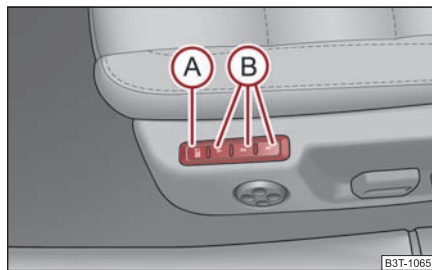

Fig. 80 Asiento del conductor: Teclas de memoria y la tecla SET
- Pulse la tecla **SET** (A) ⇒ fig. 80.
- Pulse una de las teclas de memoria (B) en el transcurso de 10 segundos después de pulsar la tecla **SET** - un sonido confirmará la memorización del ajuste de asiento.
La memoria para el asiento le ofrece la posibilidad de memorizar la posición individual de asiento del conductor y del espejo retrovisor exterior. A cada una de las tres teclas de memoria (B) ⇒ página 82, fig. 80 se puede asignar una posición individual, es decir, tres en total. Después de pulsar la correspondiente tecla de memoria (B), el asiento y los retrovisores exteriores adoptarán automáticamente las posiciones asignadas a esta tecla ⇒ página 84.
- **Dispositivo automático de pulsación breve de la memoria:** Pulse brevemente la tecla de memoria deseada **(B)** ⇒ página 82, fig. 80. El asiento y los retrovisores exteriores adoptarán automáticamente las posiciones memorizadas (esto sólo es válido si el encendido está conectado y la velocidad es inferior a 5 km/h).